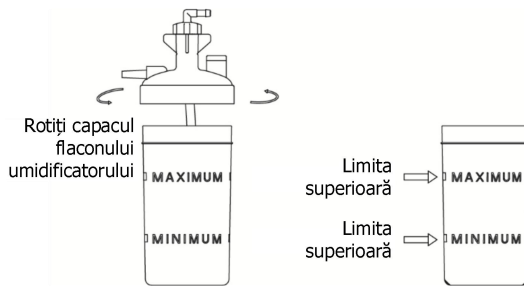

Fig. 6-2
1) Rotiți capacul umidificatorului pentru a-l dezasambla. Adăugați apă purificată în umidificator și asigurați-vă că nivelul apei se află între marcajele „MAXIM” și „MINIM”, strângeți capacul umidificatorului, așa cum se arată în Fig. 6-2.